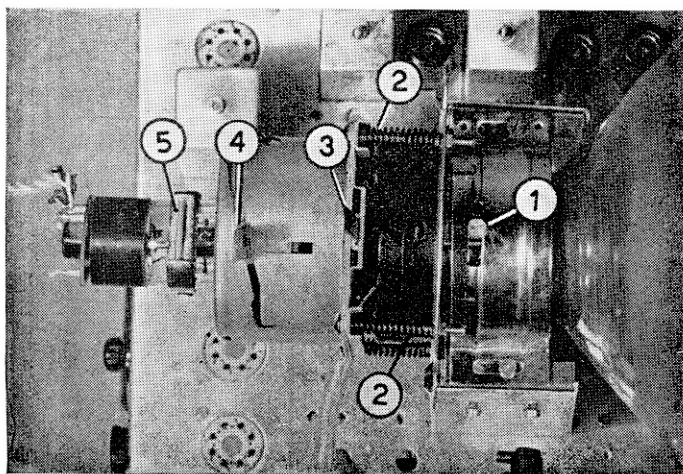

Fig. 47 - Veduta dall'alto dell'assieme relativo al giogo-focalizzazione:
**Fig. 49** - (sotto) Veduta posteriore del televisore montato. La figura indica in particolare, ai numeri (1) e (2) la leva del centratore e del focalizzatore rispettivamente; riguardo quest'ultimo si veda quanto è stato detto alle figure 47 e 48. Ai numeri (3) e (4) corrispondono le regolazioni di linearità e ampiezza orizzontale rispettivamente.